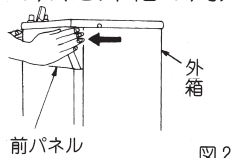
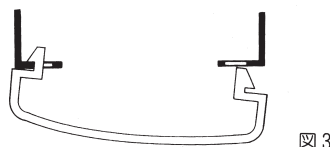
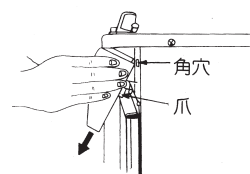

図 2
図 3
図 4
- 1 前パネルの左右どちらかの側面の  マークを手で軽くたたくようにして内側に押し (図 2)、前パネルの爪を外箱の角穴からはずし (図 3)、手前下方に下げます (図 4)。